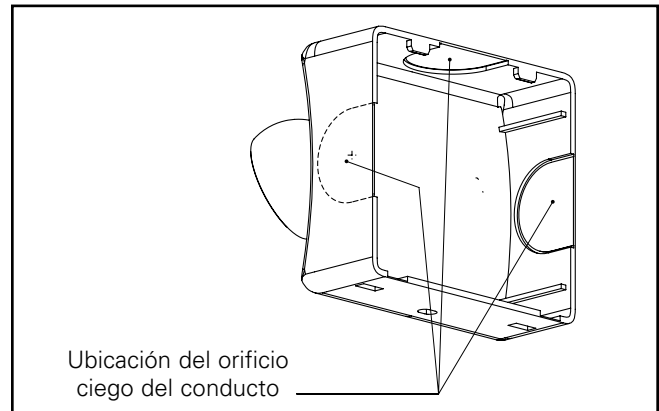

Figura 3.
5. Retire los orificios ciegos correctos de la cubierta del conducto para la configuración deseada de acceso al conducto. (Ver Figura 3)